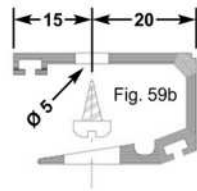

Fig. 59b
- Perfore los perfiles de estanquidad en las zonas destinadas a la fijación, siguiendo el esquema en Fig. 59b. La posición y la distancia entre los ejes de los agujeros deben corresponder a las efectuadas sobre los perfiles estancos.